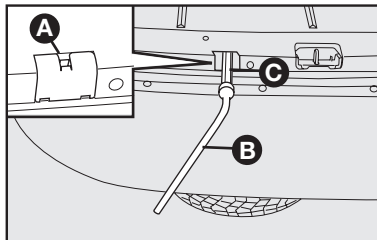

fig. 6
- Retirar a tampa **A-fig. 6** que se encontra localizada na parte traseira do porta-malas. Acoplar a chave de rodas **B-fig. 6** na chave extensora **C-fig. 6**. Com o auxílio da chave de rodas e chave extensora girar o mecanismo no sentido horário até o fim do curso, para possibilitar a descida da roda sobressalente **B-fig. 6**. O fim de curso é caracterizado pelo bloqueio do movimento da chave pelo batente do mecanismo.